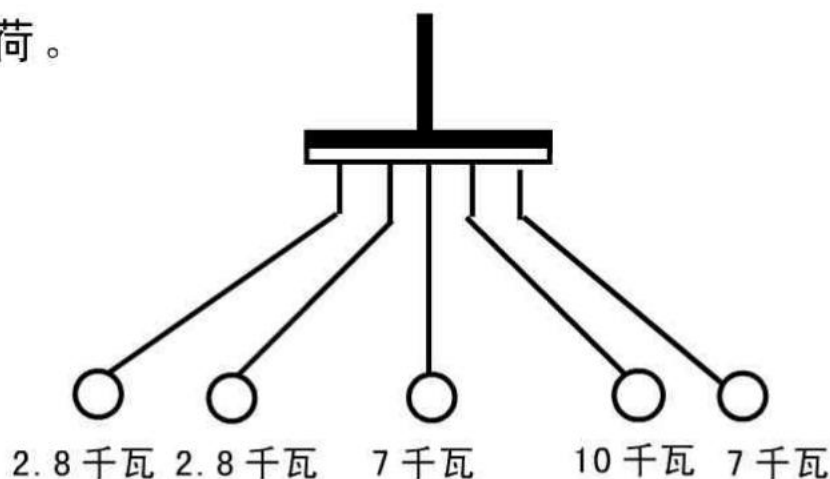

图 4-1 支干线估算电流的例子
② 口诀也可估算一条干线的负荷电流。这就是仍按①中的规定计算。不过当干线上用电设备台数很少时,有时按①中的方法算出的数值很小,有时甚至小到连满足其中一台设备的电流也不够。这时,估算电流以满足其中最大两台电流为好。如机械加工车间中某个配电箱,供电给5台机床共30千瓦,如图4-1。按①估算电流负荷为 $(30 \div 100) \times 50=15$ ,这比图中最大那台10千瓦的电流还小,因此,对于这种台数较